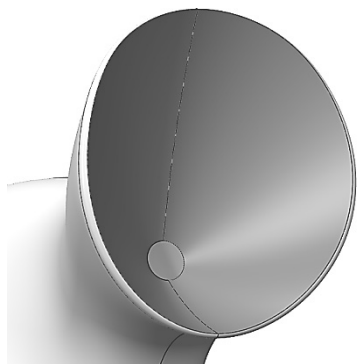

图 7-67 镜像合并后的瓶口曲面
(6) 单击【模型】→【编辑】模块中的 镜像，系统弹出镜像操控面板，选择“边界混合 2”，再单击 RIGHT 平面作为镜像参考面，完成曲面的镜像，得到“镜像 2”。再同时选择原始曲面与镜像 2 曲面，单击【模型】→【编辑】模块中的 按钮，单击 按钮，完成“合并 2”，合并后的曲面如图 7-67 所示。